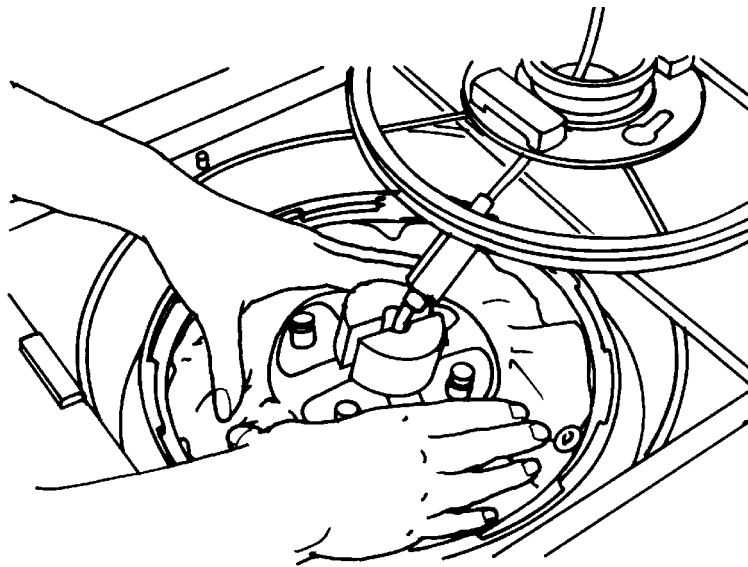

Figure 6-24: Manually priming
- 9** Ấn bộ xử lý xuống bát ly tâm (Figure 6-24) và dùng tay đẩy dịch nhiều nhất có thể ra khỏi phía dưới diaphragm đến khi nó nằm mặt phẳng của bát ly tâm.